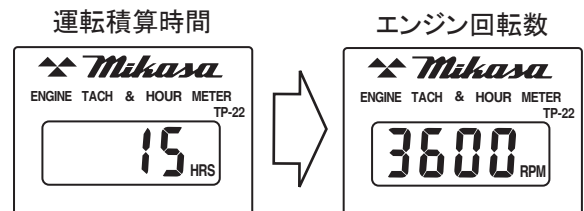

図 18
5. エンジンが動いていない時はアワータコメーターは「運転積算時間」を表示しています。エンジンが始動すると「エンジン回転数」の表示に変わります。(図18)